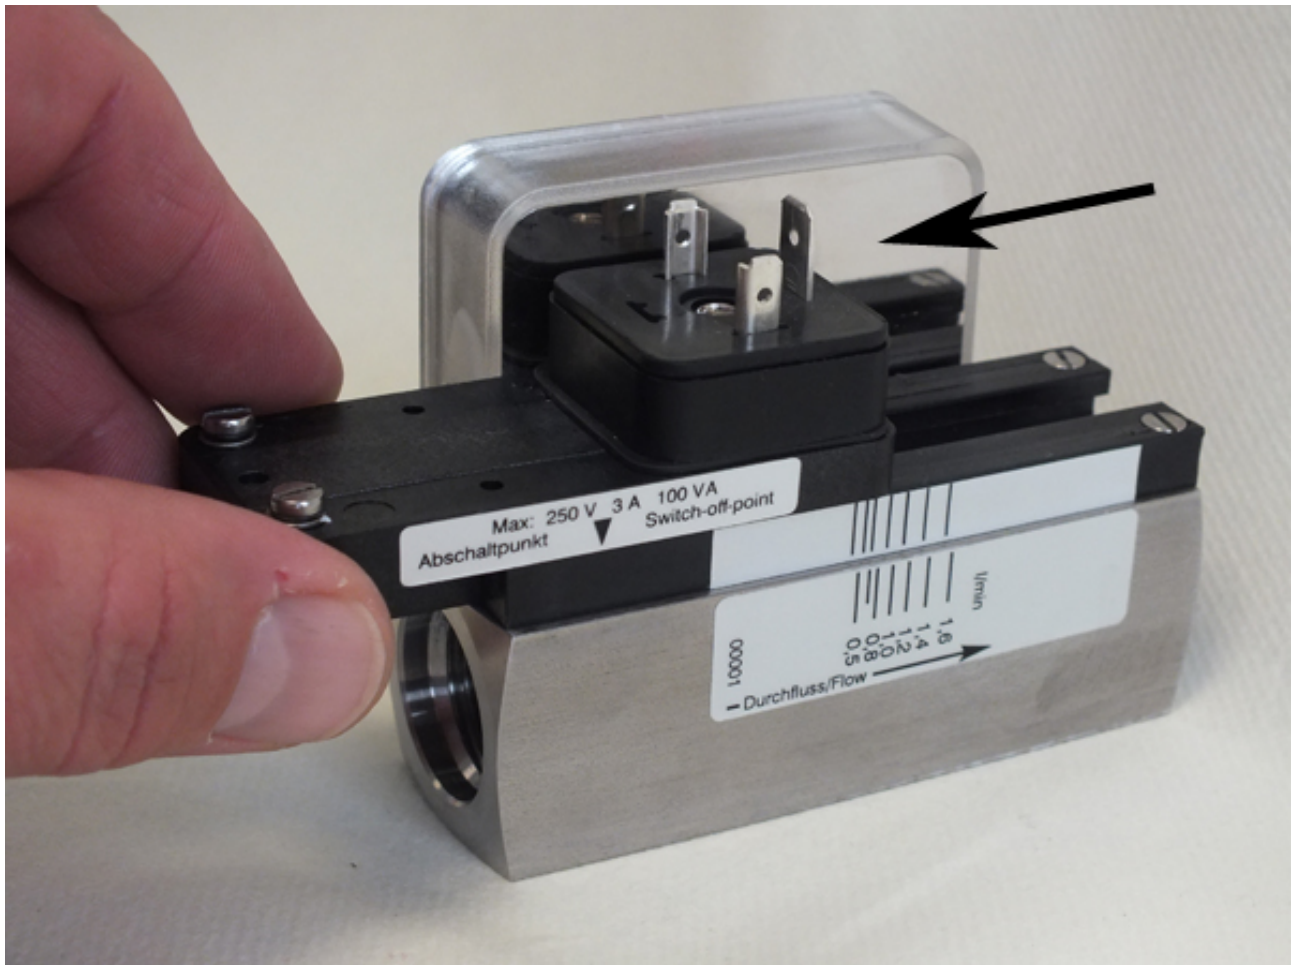

Abb. 62: Schaltkontakt aus Führung schieben
4. ➡ Den Schaltkontakt in Pfeilrichtung (Abb. 62) aus den Führungsleisten schieben